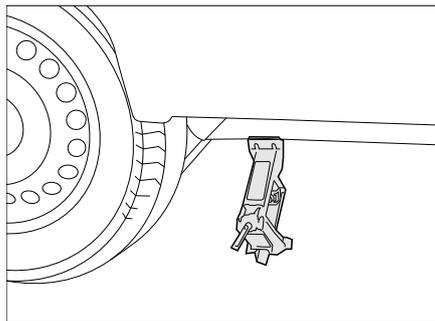

Bild 188 Wagenheber, handelsüblich
- Handelsübliche Wagenheber: Handelsüblichen Scherenwagenheber (Bild 188) oder Hydraulikwagenheber am Rahmen oder an der Achse ansetzen.